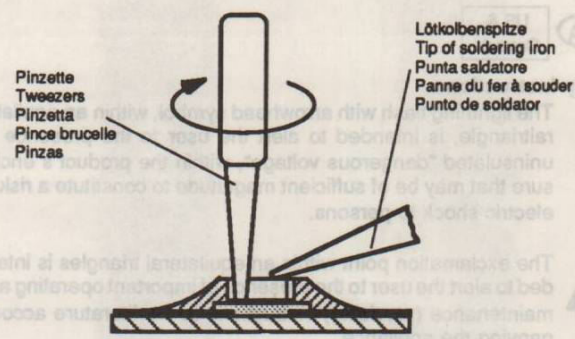

Fig. 2
2. Schritt: CHIP-Enden, bzw. das komplette CHIP-Bauteil erwärmen. CHIP von der Klebung ohne Kraftaufwand abdrücken, damit unter dem CHIP liegende Leiterbahnen nicht abgerissen werden (Fig. 2).
2. step: Warm up the ends of the CHIP or the whole CHIP component and remove the CHIP from the adhesive by turning it without application of force so that the tracks beneath the CHIP do not break (Fig. 2).
Aplicar el medidor de corriente derivada ( $U_{prueba} = 220 \text{ V}$ ) simultáneamente a los dos polos de red y entre todas las partes del mueble o de funciones (antena, conectores, teclas, tornillos, etc.) de metal o aleaciones metálicas. El aparato estará libre de defectos con (Fig.2):
2. Chauffer légèrement les contacts externes du composant CMS ou le composant lui-même. Retirer ce dernier avec précaution en le tournant afin d'éviter un arrachement des circuits imprimés situés sous le composant (Fig. 2).
2. Riscaldare le superfici di contatto del CHIP risp. te tutto il CHIP e staccarlo con cautela. Attenzione a non esercitare forza per non danneggiare le piste sottostanti (Fig. 2).
- Segundo paso: Calentar los extremos o todo el CHIP y girarlo con las pinzas. No hacer fuerza para que la placa de circuito impreso no resulte dañada. Cuidar de que las pistas situadas debajo del CHIP no se suelten de la placa, ya que éstas también están pegadas (Fig. 2).